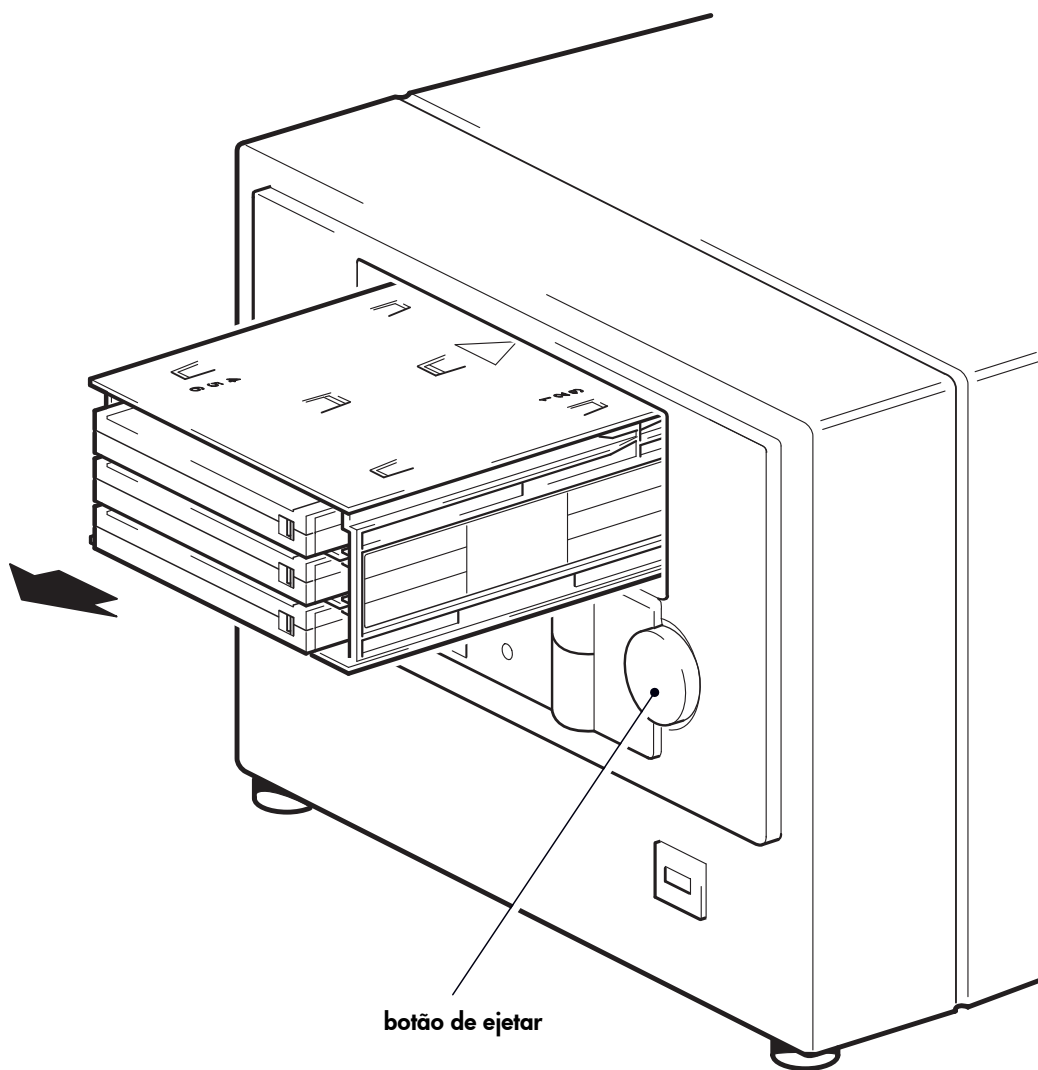

Figura 9: descarregar o autoloader
- 1 Pressione o botão de ejetar no painel frontal. (Veja a figura 9.)